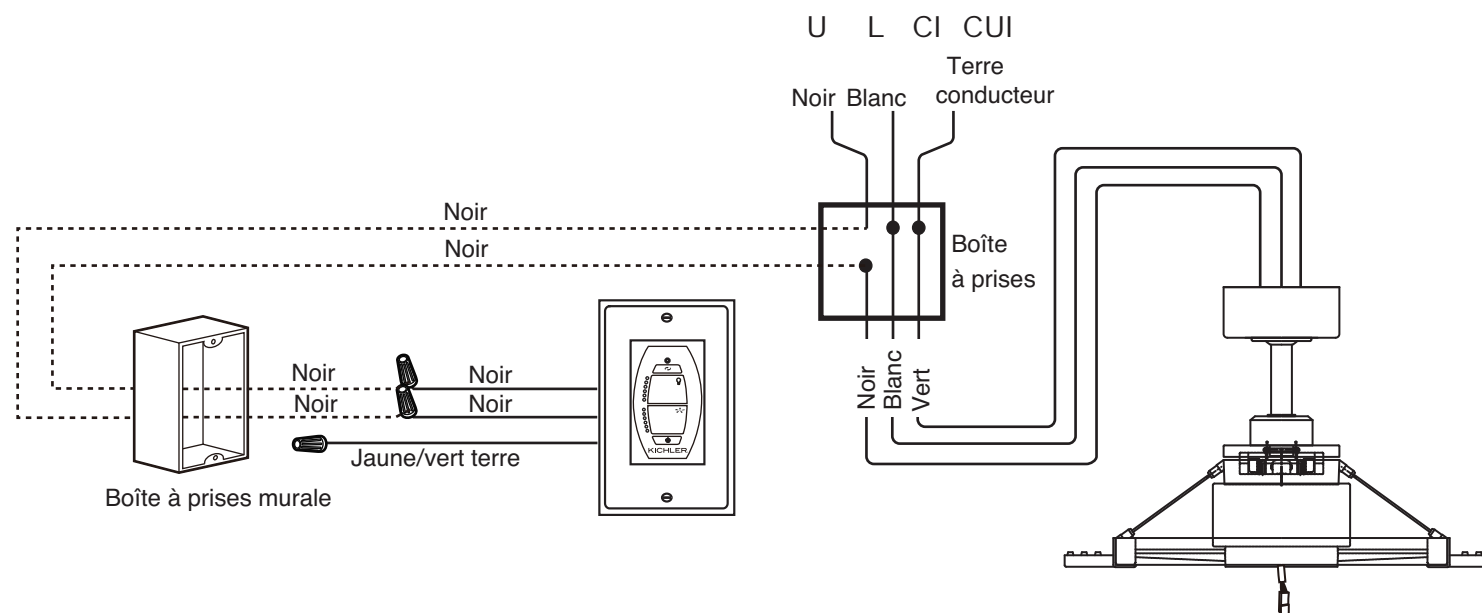

Fig. 13
Effectuer toutes les connexions illustrées sur la Figure 13. Fixer chacune des connexions avec les serre-fils fournis. (Fig. 13)
Étape 1. Acheminez le fil du ventilateur (moteur) au fil Noir de la commande murale.(Fig. 13)
Étape 2. Acheminez le fil du ventilateur (moteur) au fil Blanc de l'alimentation du domicile. (Fig. 13)
Étape 3. Si votre boîte à prises du plafond dispose d'un fil de terre (vert ou cuivre nu), connectez le au fil de terre du ventilateur du plafond et/ou du support de montage du plafond. (Fig. 13)
Étape 1. Acheminez le fil Noir (AU MOTEUR L) de la télécommande au fil Noir de la boîte à prises murale.(Fig. 13)
Étape 2. Acheminez le fil Noir (AC IN L) de la télécommande au fil Noir de la boîte à prises murale. (Fig. 13)
Étape 3. Si votre boîte à prises murale dispose d'un fil de terre (vert ou cuivre nu), connectez le fil de terre jaune/vert de la commande murale ; si elle n'en dispose pas, connectez le fil de terre jaune/vert de la commande murale directement à l'une des vis de la boîte à prises murale.(Fig. 13)